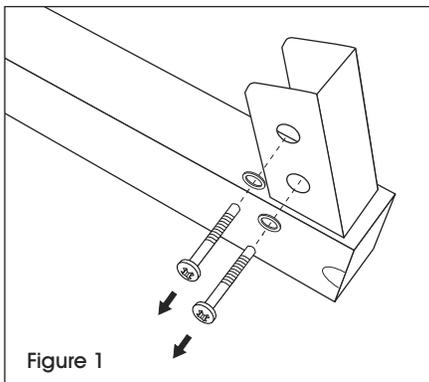

Figure 1
1. Retirez les rondelles et boulons des socles à l'aide de la clé Allen de 1/4 po incluse. (Voir Figure 1)